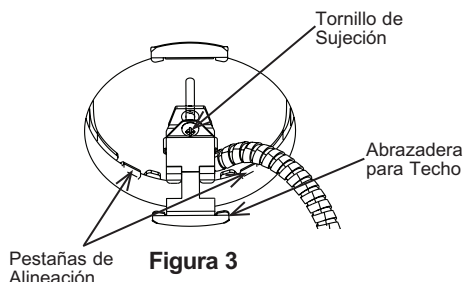

Figura 3
Paso 4. Alinee el marco sobre la abertura de modo que las 4 pestañas centren el accesorio en el agujero (Figura 3).